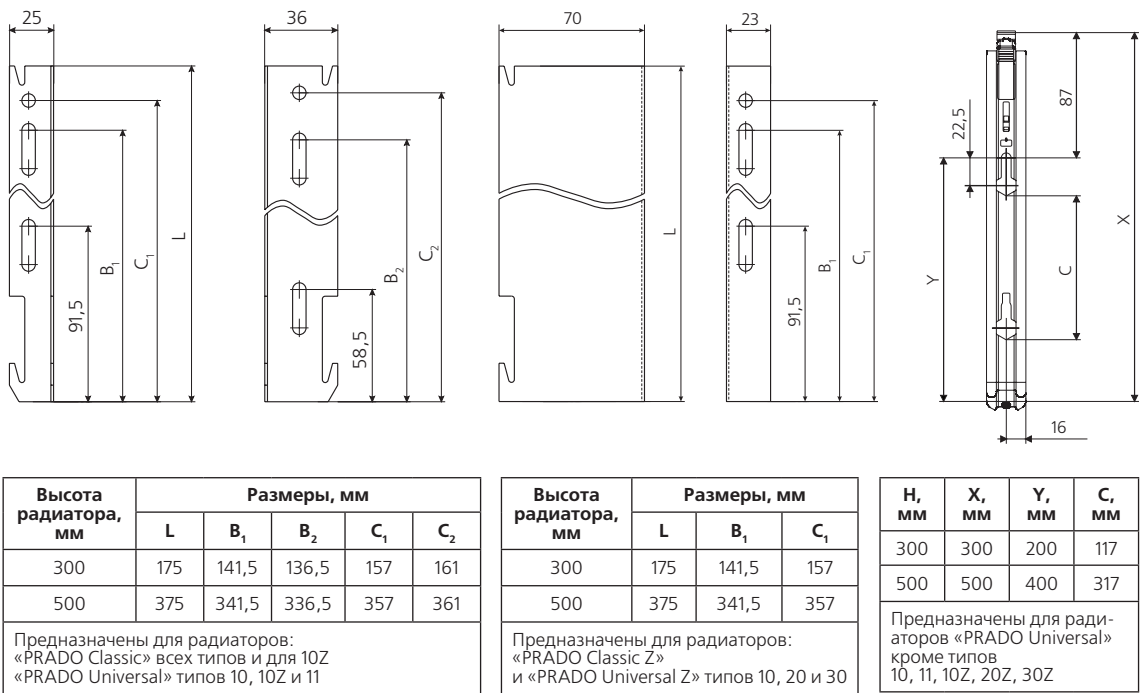
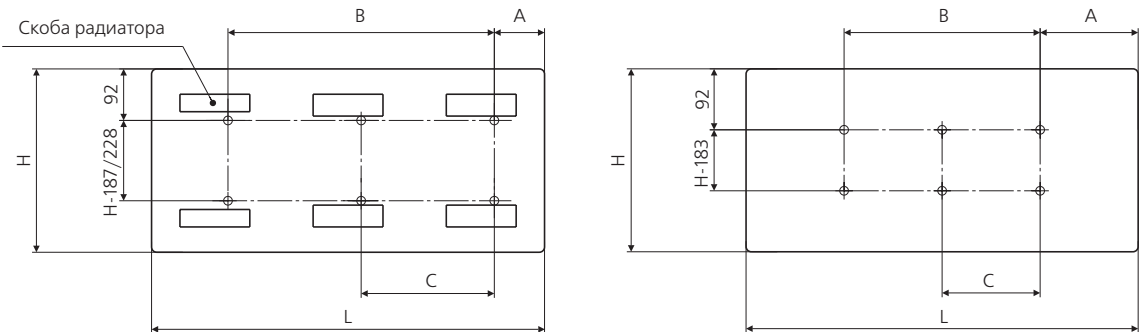

Рис. 12. Кронштейны для крепления радиаторов к стене
Рис. 13. Разметка мест установки кронштейнов радиаторов:
1. Расстояние между радиатором и стеной, у которой он установлен, определяется конструкциями скоб, приваренных с тыльной стороны радиатора и кронштейнов. Малая и большая полки этих кронштейнов (рис. 12) позволяют устанавливать радиаторы с различными зазорами между ними и стеной. Для гигиенических радиаторов «PRADO Classic Z» и «PRADO Universal Z» 20 и 30 типа следует использовать кронштейны с длиной полки 70 мм. Разметка мест установки кронштейнов радиаторов в зависимости от их длины показана на рис. 13, а размеры их привязки представлены соответственно в таблице 7.